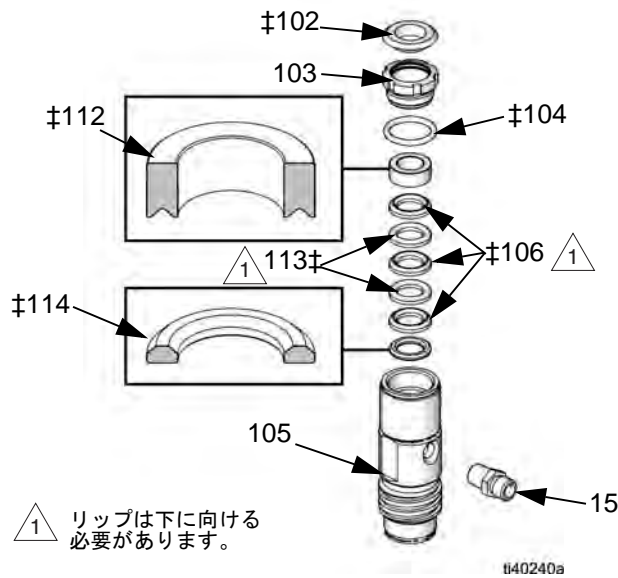

図 9: V 字型パッキンスロートパッキング
#### V 字型パッキンモデル：図 9
- オスグランド (114) を取り付けます。
- V 字型パッキンを交互に取り付けます。まず、ブルーの UHMWPE (106) を使用し、次にレザ (113) を使用します。図 9 を参照してください。
- メスグランド (112) を取り付けます。